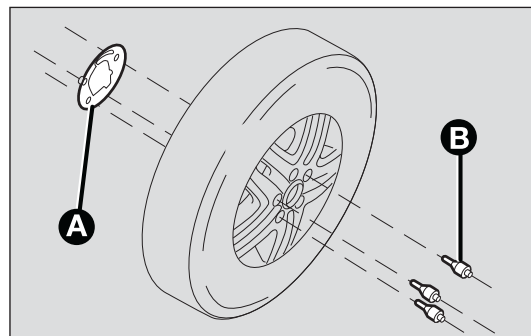

fig. 163
- montare sulla ruota in lega l'apposita piastra A-fig. 163, fissandola con le viti B-fig. 163 in dotazione utilizzando la chiave in dotazione;